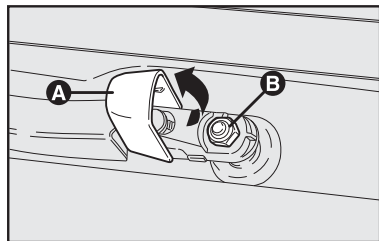

fig. 18
Substituição da palheta do limpador do vidro traseiro - fig. 18
- 1) Levantar a capa protetora **A-fig. 18**.
- 2) Desparafusar a palheta e substituí-la **B-fig. 18**.